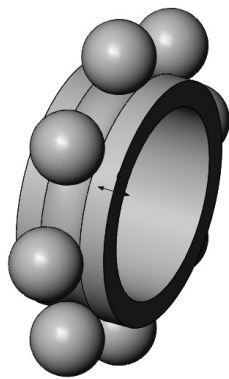

图 7-109 添加配合后的装配体
- [5] 单击【确定】按钮以关闭操控板，添加配合后的装配体如图 7-109 所示。